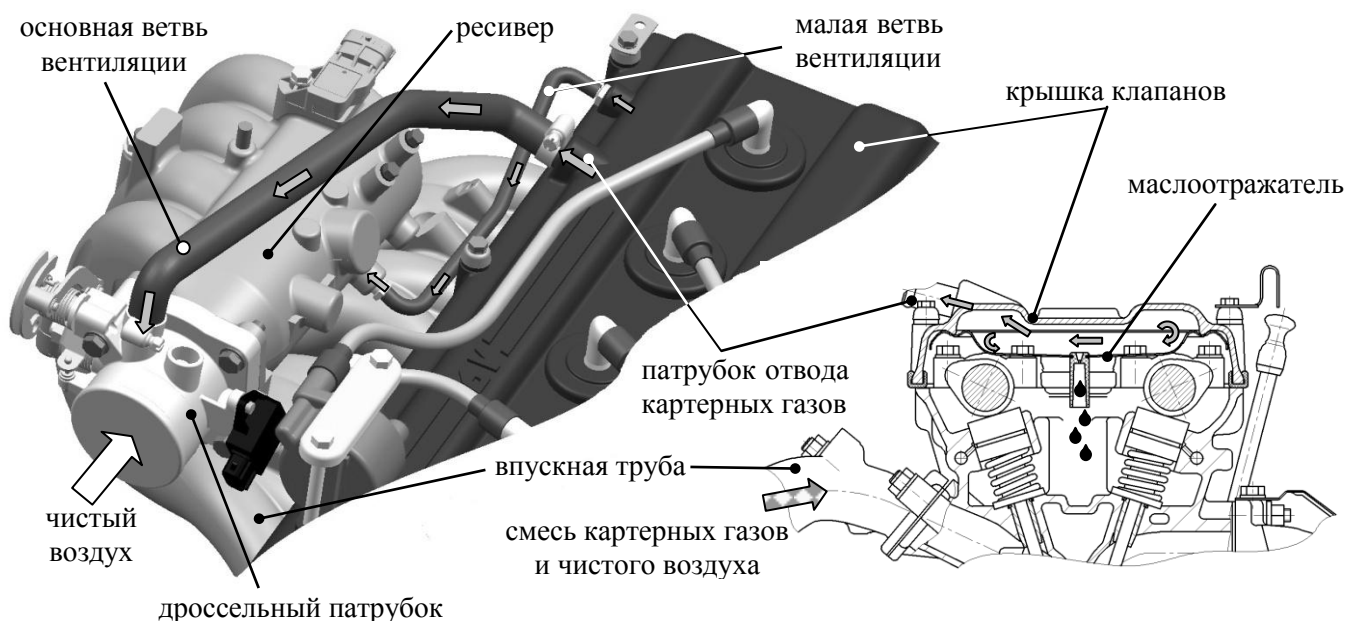

Рис.38. Движение картерных газов в крышке клапанов.
**Система вентиляции картера** – закрытая, действующая за счет разрежения во впускной системе, создаваемого при работе двигателя. Маслоотражатель размещен в крышке клапанов. Устройство системы вентиляции и движение картерных газов показано на рис.38.